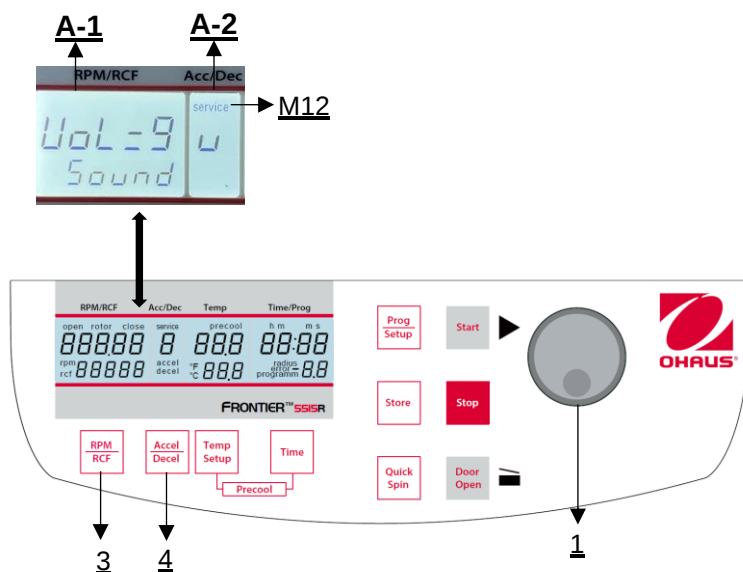

Figure 32
Procéder comme décrit au point 4.1.1 pour entrer dans ce mode de programmation et appuyer ensuite sur la touche **"Accel/Decel"** (4). Sur l'écran **"Acc/Déc"** (A-2), le mot **"Service"** (M12) clignote. Sélectionnez maintenant la lettre **"U"** à l'aide du bouton de réglage (1). Les mots "Vol=9/Sound" apparaissent alors sur l'écran **"RPM | RCF"** (A-1). Après avoir appuyé sur la touche **"RPM | RCF"** (3), vous pouvez régler le volume souhaité entre 0 (faible) et 9 (fort) à l'aide du bouton de réglage (1) (**voir figure 32**).